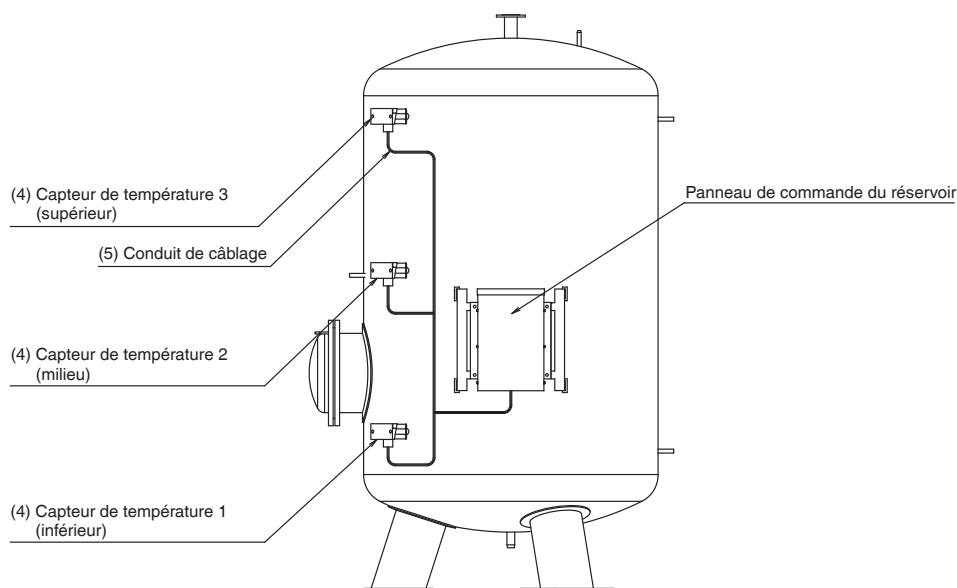

Fig. 7
- (5) Utilisez un conduit de câblage entre le panneau de commande du réservoir et la boîte de rangement du capteur de température.
- Reportez-vous à la Fig. 7 pour la disposition du conduit de câblage.